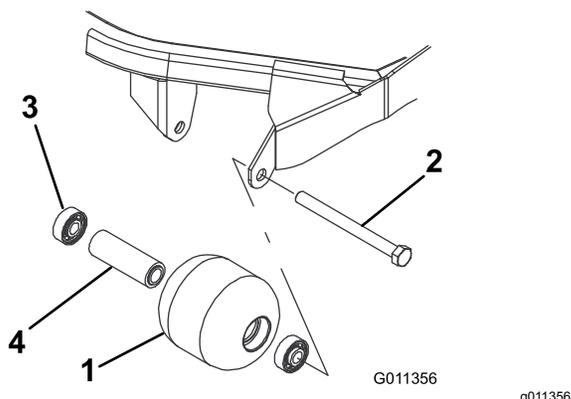

図 99
1. ローラ取り付けボルトを外す 図 99。
4. ローラハウジング、ベアリング、ベアリングスペーサに破損がないか点検する 図 99。
1. 第一のベアリングをローラハウジングに押し込む 図 99。アウターレースのみを押すか、インナーレースとアウターレースを均等に押すかする。
2. スペーサを入れる 図 99。
3. 第二のベアリングをローラハウジングに入れる 図 99このときは、インナーレースがスペーサに接触するまで、インナーレースとアウターレースを均等に押す。